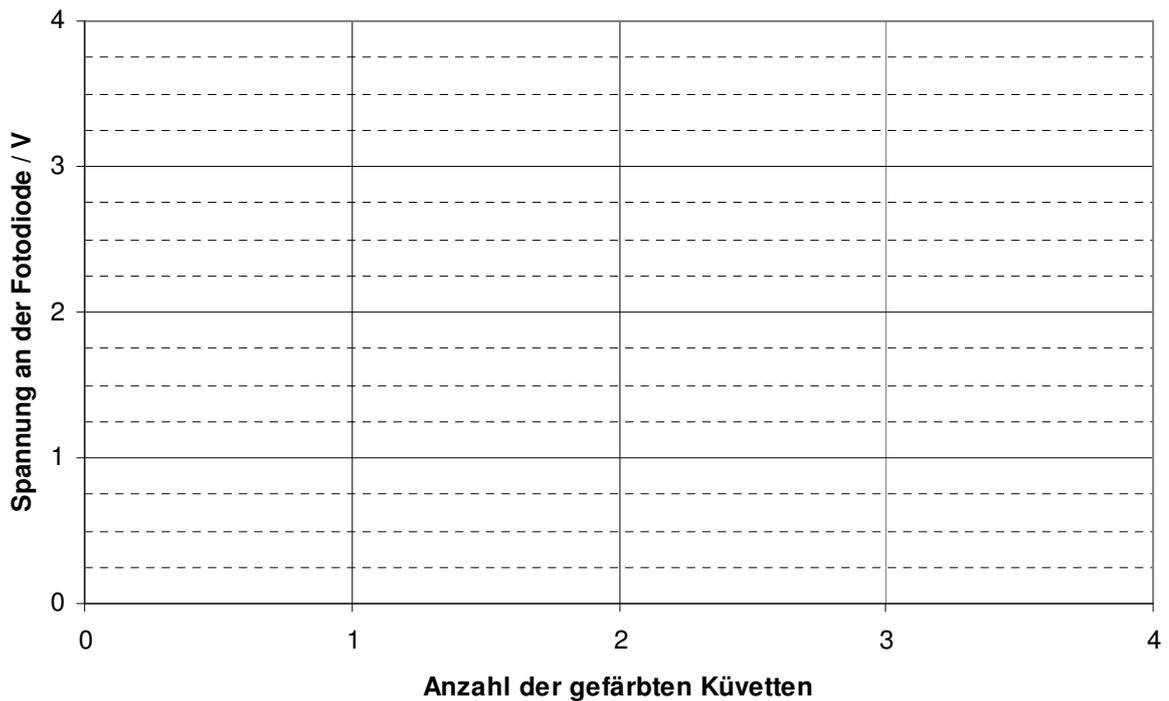

Abb. 2: Diagramm zur Auswertung in kartesischer Darstellung
1. Tragen Sie die Messwerte aus Tabelle 1 in das Diagramm in Abbildung 2 ein.